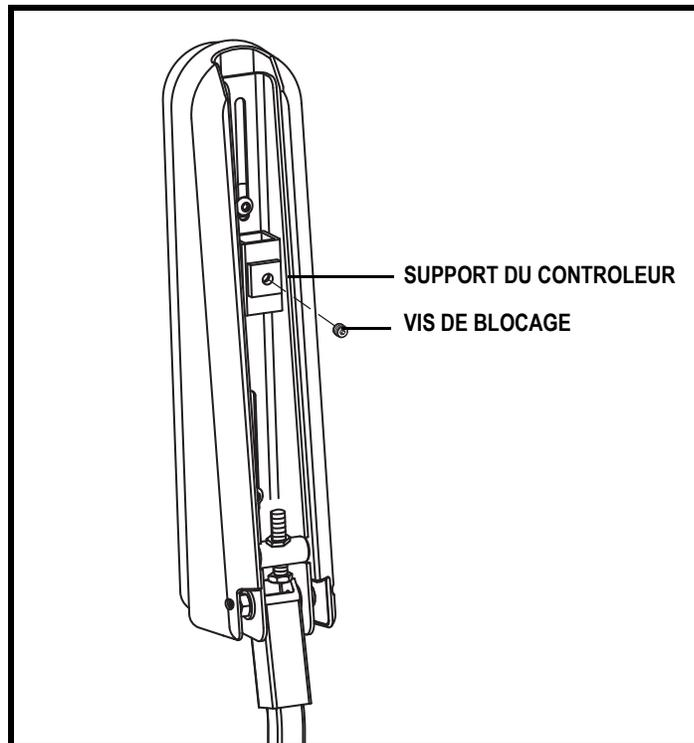

Figure 19. Dessous de l'accoudeur
2. Desserrez la vis de réglage sous l'accoudeur. **Voir la figure 19.**